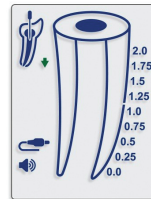
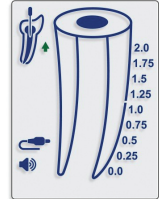

Fig. 5
Fig. 6
5.4.11. Le mouvement de la lime à l'intérieur du canal est exprimé par les flèches VERS LE BAS (Fig. 5) et VERS LE HAUT (Fig. 6) présentes à l'écran.